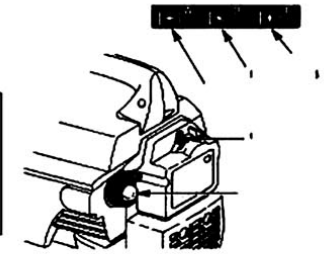

Fig 11
3. Appuyer complètement, puis relâcher la poire principale lentement pendant 10 fois. L'essence peut être sentie et visible par la poire (Fig. 11). Si elle n'est pas arrivée dans la poire, continuer à appuyer jusqu'à ce qu'elle y arrive.
4. Mettre le levier d'étrangleur en position A (Fig. 11).
7. Mettre le levier d'étrangleur en position B (Fig. 11).
10. Laisser chauffer le moteur pendant 5 à 10 minutes. Mettre le levier d'étrangleur en position C (Fig. 11).
REMARQUE: L'étranglement est nécessaire quand on commence à chauffer le moteur. Mettre le levier d'accélérateur sur la position rapide.(Fig 10) et commencer à utiliser l'appareil tout en gardant le levier d'étranglement sur la position B (Fig. 11).